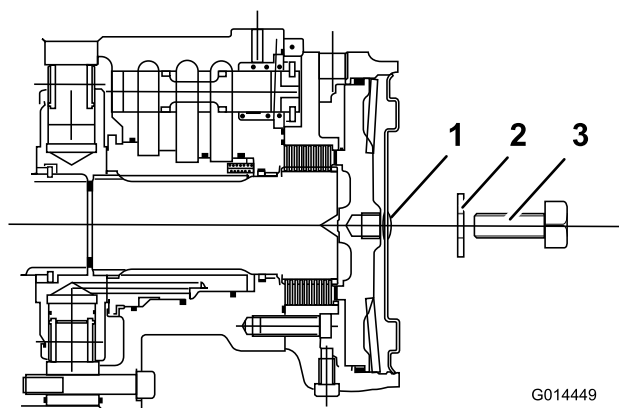

Figure 60
4. Posez une vis M12 x 40 mm munie d'une rondelle dans le trou au centre de la plaque d'extrémité du moteur (Figure 60).
5. Serrez la vis d'arrêt dans le trou fileté du piston de frein jusqu'à ce que le frein soit desserré (Figure 60).
6. Identifiez le frein à disque du moteur de roue avant gauche et répétez la procédure précédente (Figure 60).